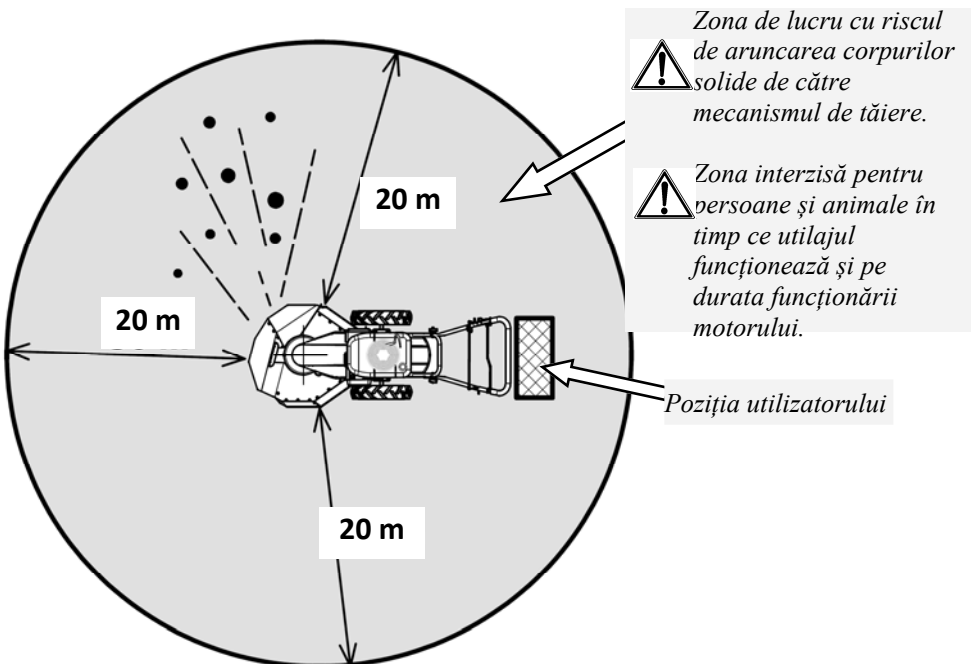

FIG.4 - Zona de risc în jurul utilajului
- Când lucrați cu utilajul, mecanismul de tăiere poate arunca obiecte (corpuri solide) până la o distanță de 20 m față de mașină (Fig.4). Zonă pe o rază de 20 m în jurul utilajului, se numește zona de lucru și este o zonă periculoasă în care nicio persoană sau animale nu pot fi prezente în timp ce motorul este în funcțiune.
- Poziția utilizatorului, atunci când lucrează cu utilajul, este întotdeauna în spatele ghidonului unității motoare (fig. 4).